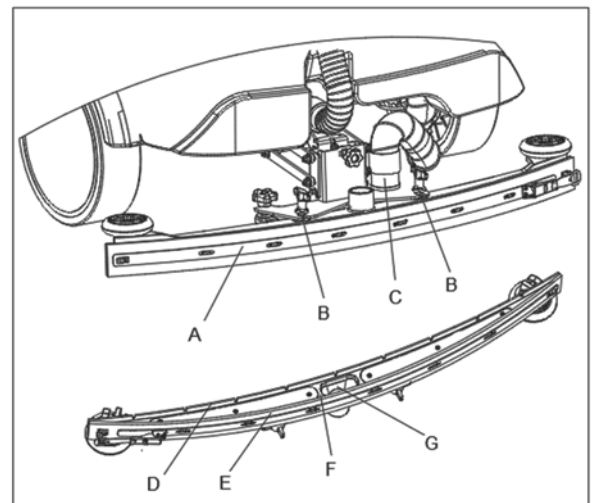

Figure 17
3. Desserrer les deux molettes (B, Figure 17) et retirer la raclette (A).
4. Déconnecter le tuyau d'aspiration (C) de la raclette.
5. Nettoyer le boîtier de la raclette en acier ou en aluminium (F, Figure 17). Nettoyer les compartiments (A) et en particulier l'orifice (G). Vérifier l'intégrité, la coupe et les déchirures des lames avant (D) et arrière (E) ; si nécessaire, les remplacer (voir la procédure au paragraphe suivant).